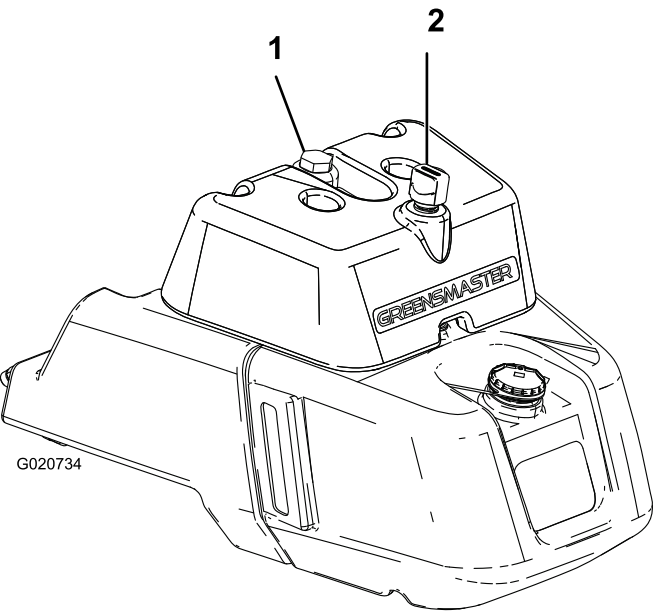

Figura 27
- Retire el tapón del depósito (Figura 27).